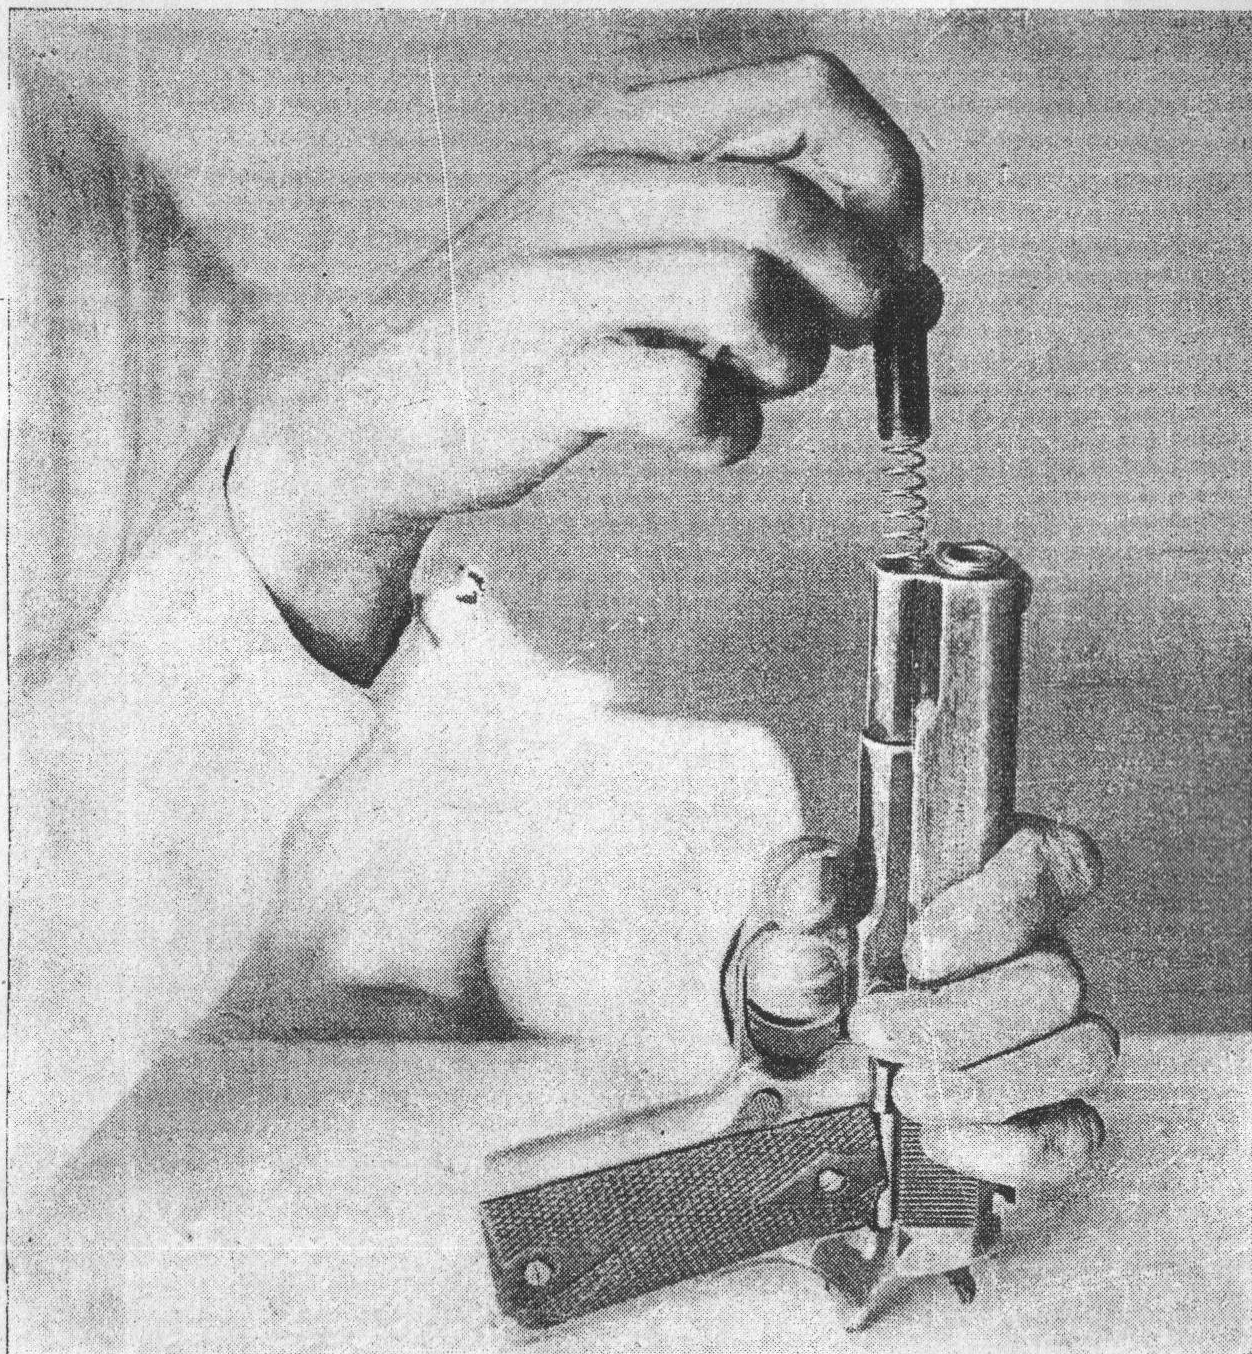

Рис. 6.
Вслед затем, придерживая передний стержень возвратной пружины, плавно отпустить его вперед. Отделить передний стержень и вынуть возвратную пружину, потянув ее из гнезда (рис. 6).
20. **Вставить возвратную пружину в передний стержень** возвратной пружины в свое гнездо так, чтобы пружина наделась на задний стержень возвратной пружины, и затем, нажимая на насеченную головку переднего стержня пружины, совершенно утопить его в гнезде, после чего другой рукой повернуть муфту так, чтобы имеющийся внизу ее полукруглый вырез расположился против головки переднего стержня, и опустить передний стержень (рис. 6 и 5).